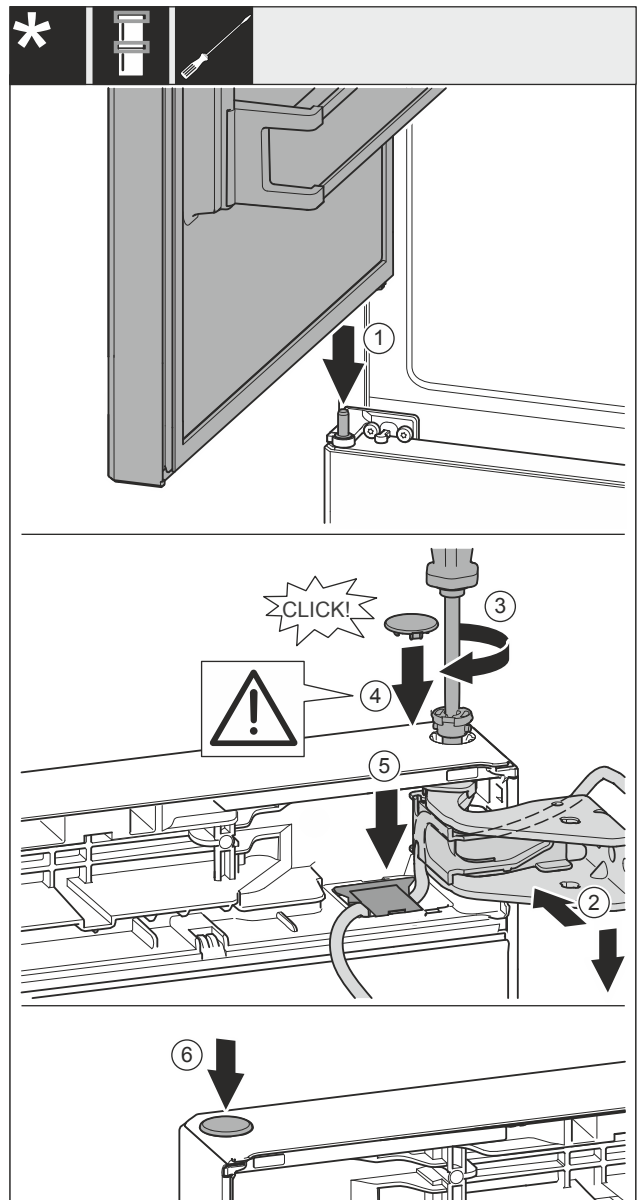

Fig. 36
- ▶ Установите верхнюю дверь на средний опорный палец Fig. 36 (1).
- ▶ Выровняйте дверь вверху по отверстию в опорном кронштейне Fig. 36 (2).
- ▶ Вставьте палец Fig. 36 (3) и затяните отверткой.
- ▶ Установите крышку Fig. 36 (4).
- ▶ Проследите за тем, чтобы крышка Fig. 36 (4) прилегла к дверям.
- ▶ Установите крышку Fig. 36 (5) и прижмите вниз до момента фиксации.
- ▶ Установите крышку Fig. 36 (6).